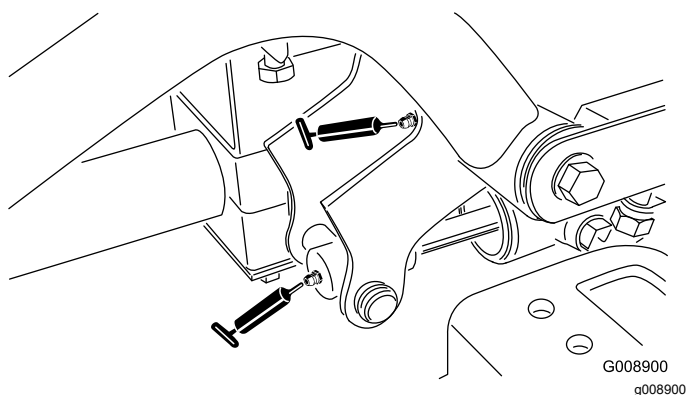

Figura 39
- 2 pivotes de brazo de elevación delantero derecho y cilindro de elevación (**Figura 39**)